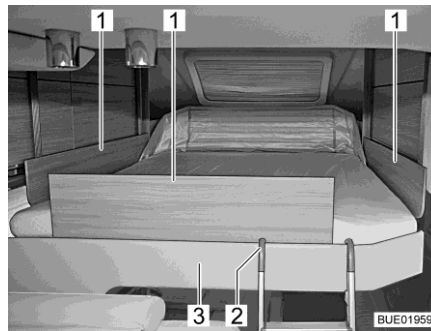

Fig. 145 Letto basculante con piastre di sicurezza
- Inserire le piastre di sicurezza (Fig. 145,1) tra il materasso e il bordo del letto (Fig. 145,3).
- Agganciare entrambe le staffe della scaletta di accesso (Fig. 145,2) al bordo del letto (Fig. 145,3).
- Sganciare la scaletta di accesso (Fig. 145,2) dal bordo del letto (Fig. 145,3).
Se non si riesce più a spostare il letto basculante con i tasti freccia (Fig. 145,2 e 8), controllare per prima cosa il fusibile Riserva 3 della centralina elettrica (vedi paragrafo 9.10.1). Se il fusibile è a posto e ciononostante non si riesce a spostare il letto basculante, è possibile muoverlo manualmente.